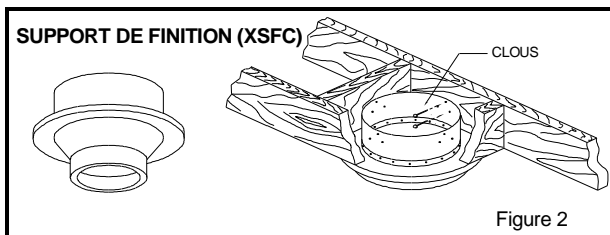

Figure 2
- 3 Par dessous, poussez le support dans l'ouverture. Clouez le support à la boîte avec 12 clous vrillés de 3 po (voir Fig. 2).